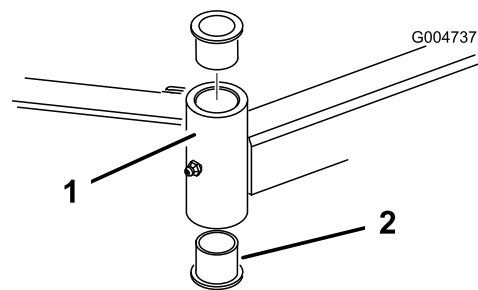

Figura 27
- Introduza um punção para cavilhas na zona superior ou inferior do tubo de montagem e retire o casquilho para fora do tubo (Figura 27). Retire igualmente o outro casquilho do tubo. Limpe o interior dos tubos para remover a sujidade.